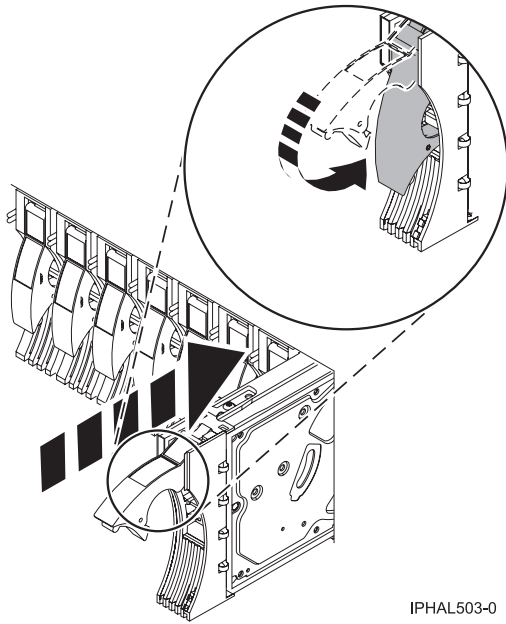

Figure 44. Installation d'une unité de disque sur un modèle or 11D/20
10. Faites glisser complètement l'unité de disque dans l'unité centrale ou l'unité d'extension, puis bloquez l'unité dans son emplacement en poussant la poignée (voir figure 44, à la page 48).